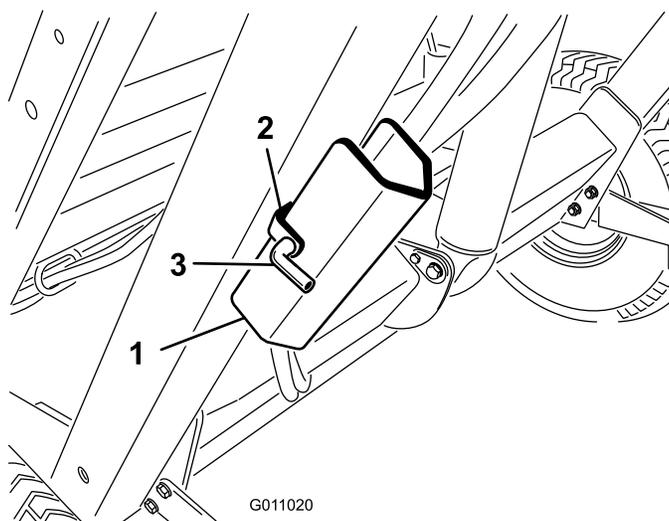

Рисунок 25
2. Снимите шплинт и штифт крепления предохранительной опоры к кронштейну хранения на раме уборочной машины (Рисунок 25). Снимите предохранительную опору.